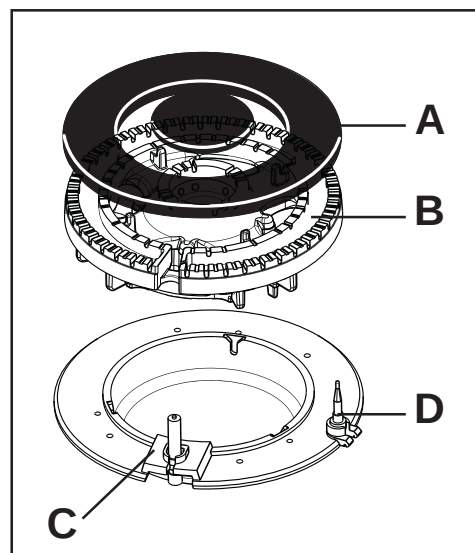

Рис. 1
2. После зажигания пламени держите ручку нажатой не менее 5 секунд. Это позволит термopаре (Рис. 1-D) нагреться и отключить предохранительное устройство, в противном случае подача газа будет прервана.
i Если в ходе нескольких попыток Вам не удалось зажечь горелку, проверьте, что крышка (Рис. 1-А) и рассекатель (Рис. 1-В) находятся в правильном положении.
В моделях с электрическим розжигом он обеспечивается с помощью керамической свечи и металлического электрода (Рис. 1-С). Содержите эти детали в чистоте для предотвращения трудностей с розжигом, а также проверяйте, чтобы отверстия в рассекателе горелки (Рис. 1-В) не были засорены.